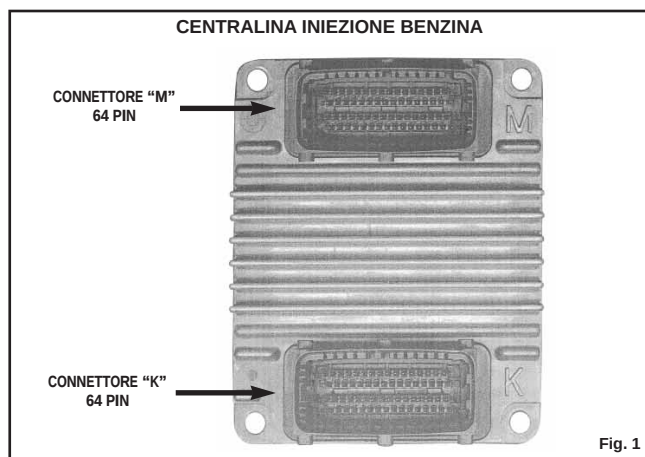

Fig. 1
- Versione centralina iniezione benzina: vedi figure 1 e 2 pagina 2